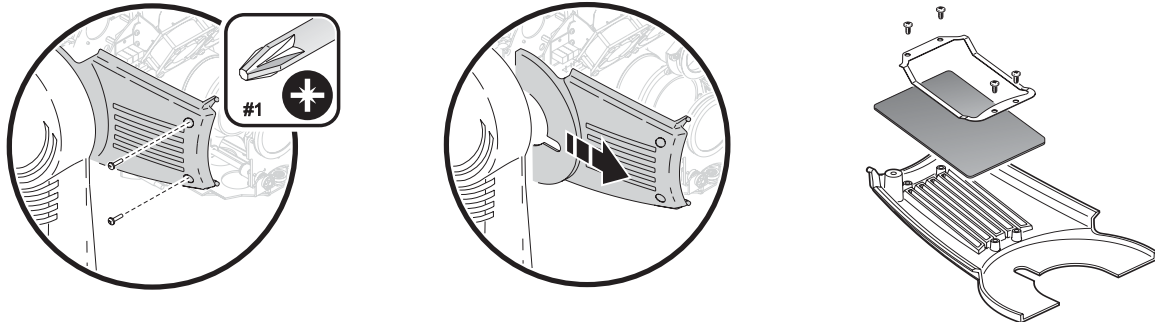

Bild 12: Austauschen der Luftfilter
6. Lösen Sie auf beiden Seiten des Kopfes beide Schrauben zur Befestigung der seitlichen Abdeckungen. Ziehen Sie die Abdeckungen nach vorne, um sie abzunehmen. Reinigen oder ersetzen Sie die Luftfilter. Wenn die Filter mit Nebelfluid oder ähnlichem verschmutzt sind, waschen Sie die Filter in warmer Seifenlauge aus und lassen Sie ihn vollständig trocknen. Legen Sie die Filter in die Seitenabdeckungen und montieren Sie die Abdeckungen, siehe Bild 12.